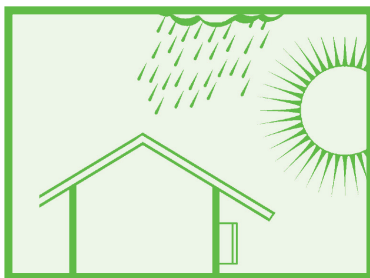

Fig. 2 : Montage sous abri à l'extérieur
- ▶ Montez la borne de recharge à l'abri de la pluie et des projections d'eau (par exemple sous un abri à l'extérieur, Fig. 2)